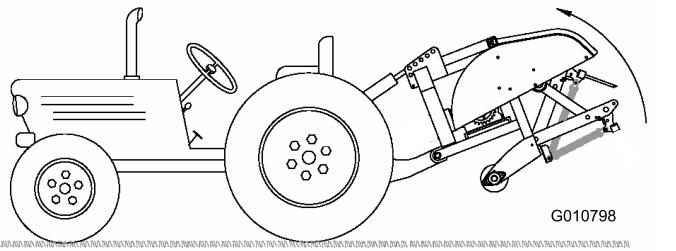

Figure 11
2. Relevez complètement l'aérateur et rétractez complètement le vérin du bras d'attelage hydraulique supérieur ou le vérin supérieur (Figure 11).